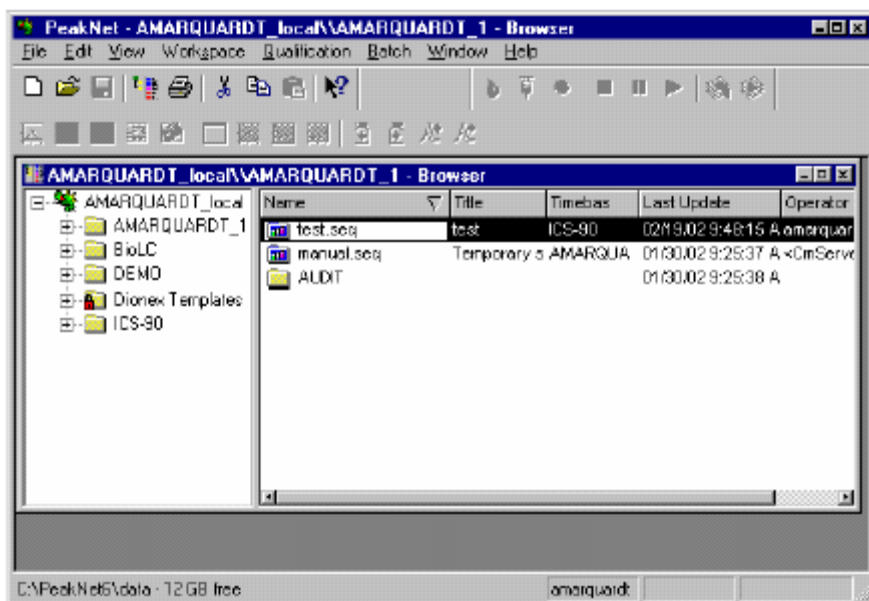

图 13. Peaknet 6.4 界面
1. 点击 Start > Programs > PeakNet > PeakNet，进入以上界面（见图 13）；